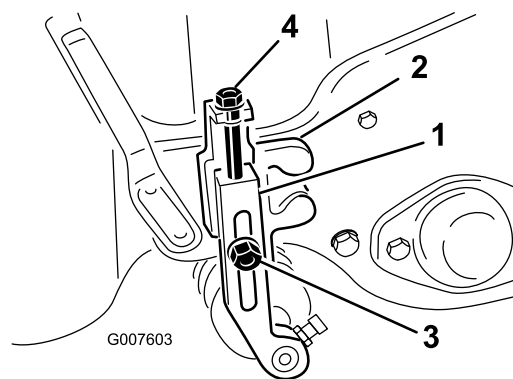

図 47
2. 刈り高アームを刈り高ブラケットに固定しているロックナットをゆるめる（図 47）。